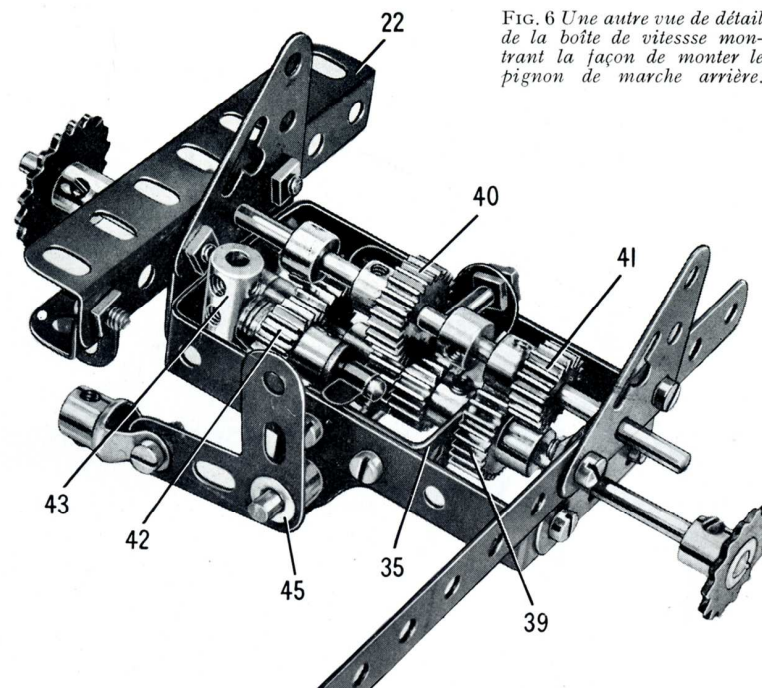
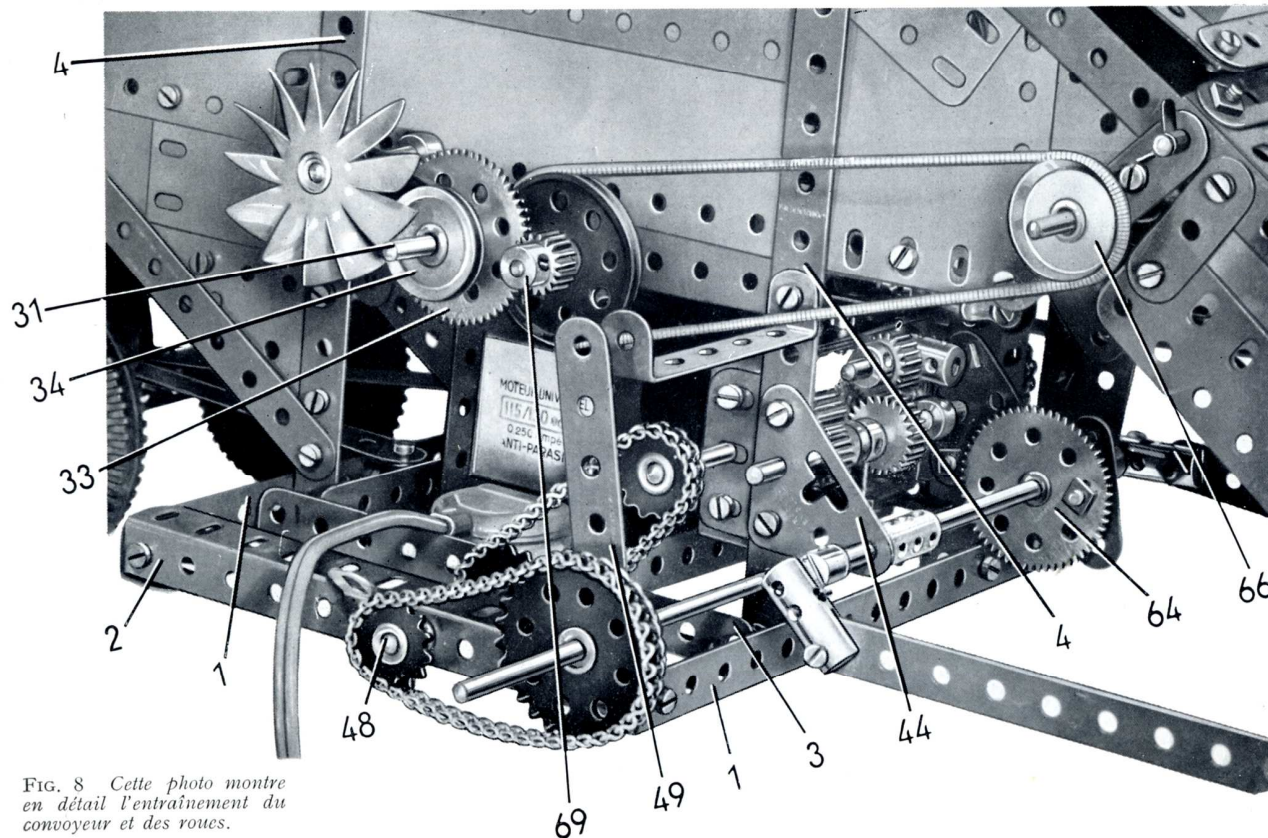
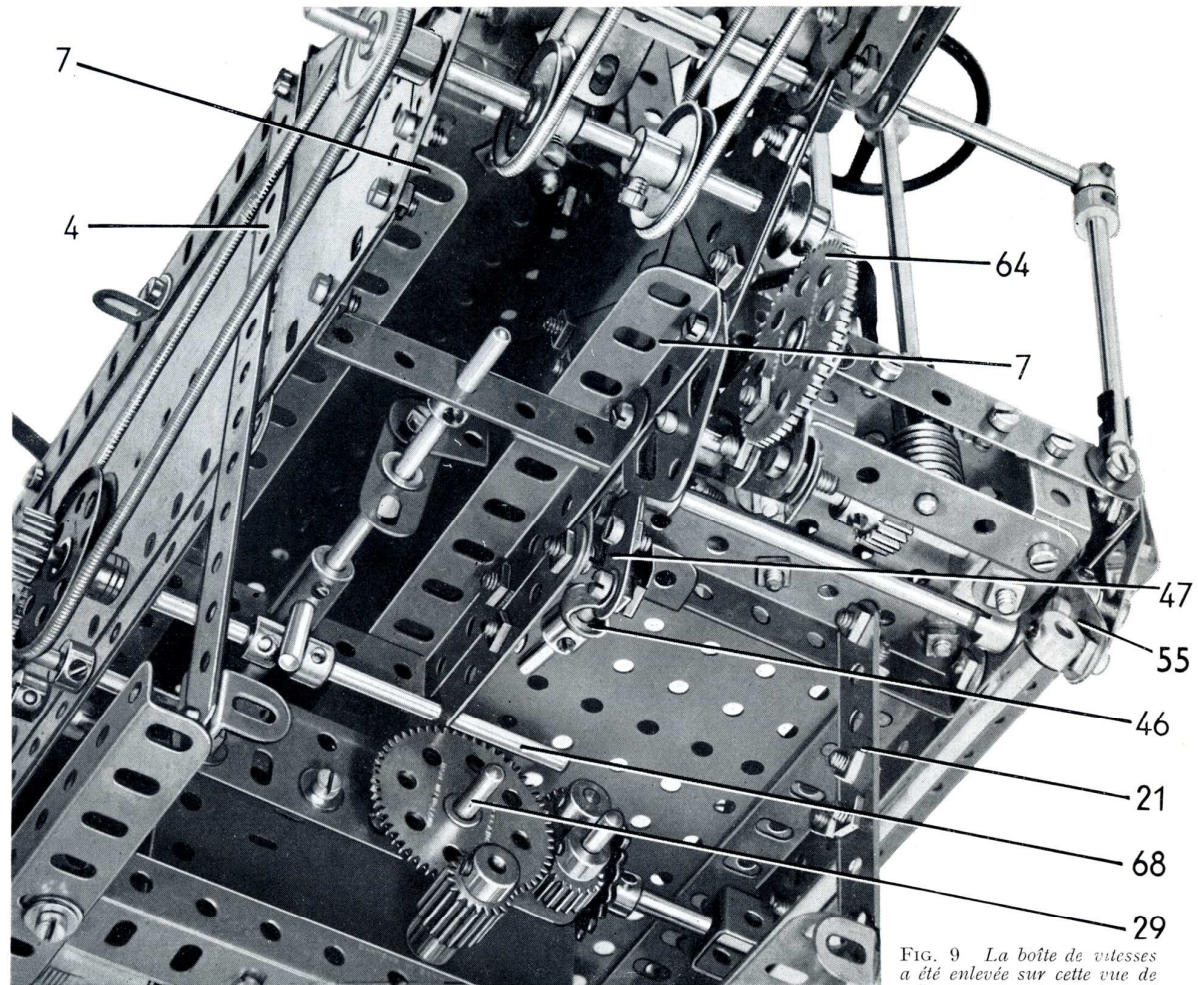
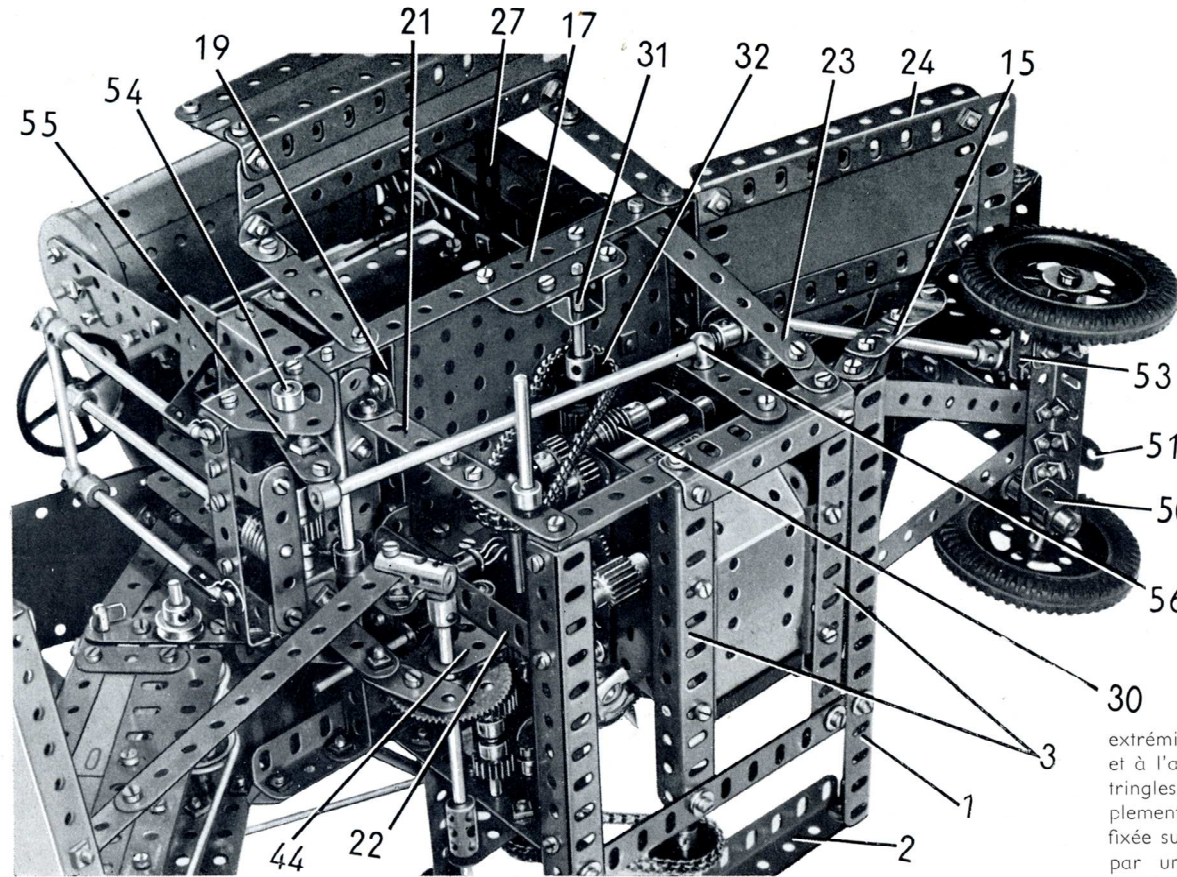

FIG. 6 Une autre vue de détail de la boîte de vitesses montrant la façon de monter le pignon de marche arrière.
FIG. 8 Cette photo montre en détail l'entraînement du convoyeur et des roues.
FIG. 9 La boîte de vitesses a été enlevée sur cette vue de l'intérieur de la machine.
FIG. 10. Vue de détail du moteur et du mécanisme d'entraînement du modèle.
Le côté de la carrosserie qui apparaît sur la figure 8 est fixé sur deux bandes de 15 trous boulonnées sur des équerres fixées sur le châssis. Les bandes (4) sont réunies par une bande de 11 trous (5) et par une cornière de 19 trous (6). Cette dernière est prolongée vers l'arrière
coudée (19) par une équerre. Une cornière de 6 trous (22) (fig. 10) est fixée sur l'une des cornières (1) et est attachée sur la bande coudée (19) par une équerre d'angle (fig. 10). Une bande de 7 trous (23) est fixée sur la cornière (17) et est réunie à l'une des cornières (2) par une équerre à 135°.
par d'autres plus petites. Une vis sans fin (30) (fig. 10) fixée sur la tringle de 6 cm. entraîne un pignon de 19 dents et de 19 mm. de largeur monté sur une tringle de 20 cm. (31) qui passe dans une poutrelle plate de 4 trous boulonnée sur la cornière (17), et dans un cavalier fixé sur la poutrelle plate. La tringle passe au travers des bandes (5) et elle porte une roue de chaîne de 18 dents (32) (fig. 10), une roue de 57 dents (33) et une poulie de 25 mm. (34) (fig. 8). La tringle est tenue en place par une bague d'arrêt et par le pignon entraîné par la vis sans fin (30). Ce pignon est placé contre un cavalier boulonné sur l'une des bandes (5) (fig. 4). La poulie (34) est réunie par une courroie de transmission à une poulie de 12 mm. à moyeu montée sur une tringle de 11,5 cm. qui porte une turbine. La tringle passe dans les côtés de la carrosserie et est tenue en place par une bague d'arrêt et par une moitié d'embrayage.
L'arbre d'entrée est une tringle de 9 cm. qui porte un pignon de 25 dents (36) et un pignon de 19 dents (37). La tringle dépasse légèrement le pignon (37) et pénètre dans un pignon de 19 dents (38) monté sur l'arbre entraîné. Cet arbre est une tringle de 7,5 cm. et il porte également un pignon de 25 dents (39). L'arbre intermédiaire est une tringle de 10 cm. munie d'un pignon de 25 dents (40) et d'un pignon de 19 dents (41). Il peut coulisser dans ses supports, mais son mouvement est limité par des bagues d'arrêt. Un pignon de 19 dents (42) qui sert à la marche arrière est tenu par une clavette sur une tringle de 4 cm. et tenu écarté d'un accouplement (43) par quatre rondelles. La tringle est fixée dans l'accouplement qui est ensuite vissé sur un boulon à une extrémité du carter de la boîte de vitesses. Ce dernier est boulonné sur l'une des bandes (4) et sur la cornière (22) comme le montrent les figures (8) et (10), et les poutrelles plates de 3 trous sont ajustées par leurs trous allongés, de façon que les pignons de 19 et de 25 dents puissent engrener. Les boulons qui fixent la boîte en place tiennent également des grands goussets d'assemblage (44) (fig. 8).
La boîte de vitesses est commandée par une cheville filetée logée entre une bague d'arrêt et le pignon (40) (fig. 6). La cheville filetée est fixée sur un bras de manivelle monté sur une tringle de 6 cm. qui passe dans les petits goussets d'assemblage et qui est tenue en place par un levier d'angle (45) et une bague d'arrêt à glissière. Une petite chape d'articulation de 2 mm. fixée à l'aide de contre-écrous sur le levier d'angle est réunie par une tringle de 2,5 cm. à une autre chape d'articulation de 2 mm. (46) (fig. 9). Cette dernière est fixée à l'aide de contre-écrous sur un levier (47) fait d'une bande de 7 trous et d'une bande de 6 trous qui se recouvrent sur deux trous. Un bras de manivelle double est boulonné sur le levier, son moyeu placé sur le troisième trou de la bande de 7 trous en partant du bas. Le bras de manivelle double est fixé sur une tringle de 11,5 cm. qui passe dans l'une des cornières (7) et dans la cornière (17) (fig. 10). Le levier est tenu écarté du côté de la carrosserie par quatre rondelles, et la tringle de 11,5 cm. est tenue en place par l'autre moitié de l'embrayage.
La roue de chaîne (32) (fig. 10) est reliée par une chaîne Galle à une roue de chaîne de 18 dents montée sur l'arbre moteur de la boîte de vitesses. Une roue de chaîne de 14 dents montée sur l'arbre entraîné actionne une roue de chaîne de 18 dents montée sur une tringle de 9 cm. (48) (fig. 8) et une roue de chaîne de 14 dents montée sur la même tringle est reliée par une chaîne Galle à une roue de chaîne de 28 dents montée sur axe principal. Cet axe est une tringle de 29 cm. qui passe dans les bandes (4) (fig. 4) et (21) (fig. 3), la cornière (22) (fig. 10)
et dans une bande de 7 trous (49) (fig. 8). Cette bande est reliée au côté de la carrosserie par une bande coudée de 60×12 mm.
Quand on déplace l'arbre intermédiaire vers la droite (fig. 6), le pignon (40) vient en contact avec les pignons (37) et (38) et donne une vitesse. En déplaçant l'arbre intermédiaire légèrement vers la gauche, le pignon (41) vient en contact avec le pignon (39) et le pignon (40) vient engrener avec le pignon (37) de façon à donner une seconde vitesse. La marche arrière s'obtient en déplaçant l'arbre intermédiaire à fond à gauche de façon que l'entraînement se transmette du pignon (39) au pignon (41) par les pignons (36), (42) et (40).
L'essieu est une cornière de 7 trous qui porte à chaque extrémité une équerre renversée de 12 mm. (50) (fig. 10). Une bande de 9 trous verticale (51) est boulonnée sur l'essieu et sur une cornière de 5 trous fixée à un trou de l'extrémité des cornières (7) (fig. 2). La bande (51) est renforcée à l'arrière par une cornière de 7 trous, et elle est entretoisée sur l'essieu par deux bandes de 7 trous (52) (fig. 4). L'essieu est réuni au châssis du modèle (fig. 2) par une bande de 11 trous et par une bande de 9 trous.
Chacune des roues directrices tourne sur un boulon-pivot vissé dans une bague d'arrêt placée sur une tringle de 4 cm. La roue est tenue écartée de la bague d'arrêt par deux rondelles, et la tringle de 4 cm. passe dans l'essieu et dans l'une des équerres renversées (50). L'extrémité supérieure de l'une des tringles porte un bras de manivelle, et l'autre tringle porte un levier d'angle (53) (fig. 10). Le levier d'angle et le bras de manivelle sont réunis par une bande de 7 trous qui pivote sur des boulons munis de contre-écrous.
Le tube de direction est une tringle de 13 cm. qui passe dans la plaque sans rebords (16) (fig. 3) et dans une bande de 5 trous fixée sur la bande coudée (18) (fig. 2) par deux équerres de 25×25 mm. Une vis sans fin montée sur le tube de direction entraîne un pignon de 19 dents monté sur une tringle de 10 cm. (54) qui passe dans un support double et dans une équerre boulonnée sur les équerres de 25×25 mm., ainsi que dans des embases triangulées plates fixées sur la cornière (17) et sur l'une des cornières (7). La tringle est tenue en place par des bagues d'arrêt et elle porte un bras de manivelle (55) sur lequel est boulonné un support plat. Un boulon qui passe au travers du bras de manivelle et du support plat est fixé par un écrou dans une bague d'arrêt elle-même montée sur une tringle de 16,5 cm., tenue dans un support de rampe (56). Celui-ci est fixé à l'aide de contre-écrous sur une bande de 5 trous, et la bande est à son tour fixée à l'aide de contre-écrous sur l'une des cornières (1). Un accouplement à cardan est fixé à l'extrémité arrière de la tringle de 16,5 cm. qui porte également un second accouplement à cardan monté de façon à pivoter sur l'un des bras du levier d'angle (53) (fig. 10). Un boulon de 12 mm. qui passe au travers de la partie centrale de l'accouplement à cardan est fixé sur le levier d'angle par deux écrous.
La hauteur du convoyeur et de la moissonneuse, par rapport au sol, se règle grâce au levier (63) (fig. 1). Ce levier est une bande de 11 trous sur laquelle est boulonné un bras de manivelle double dont le moyeu coïncide avec le quatrième trou en partant du bas de la bande. Le bras de manivelle double pivote sur la tringle (54) (fig. 10). Le levier est fixé à l'aide de
de 38 mm. montée sur une tringle de 13 cm. (68) (fig. 4) qui porte également un pignon de 19 dents (69) (fig. 8). La tringle (68) peut coulisser latéralement dans ses supports de façon à amener le pignon en contact avec la roue (33) (fig. 8). Le mouvement de coulisse de la tringle est commandé par une petite tringle montée dans un accouplement qui porte à une extrémité une tringle de 2,5 cm. et à l'autre une tringle de 7,5 cm. Ces tringles passent dans des bandes coudées de 60×12 mm. boulonnées entre les cornières (7) (fig. 9). Un bras de manivelle double est fixé sur la tringle de 7,5 cm. et il porte une bande de 5 trous munie à son autre extrémité d'une cheville filetée. La bande fait saillie dans la partie bordée par la bande (14) (fig. 3).